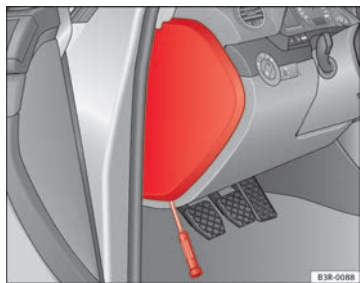

Abb. 185 Links in der Instrumententafel: Abdeckung des Sicherungskastens
- Zum Öffnen des Sicherungsdeckels ⇒ Abb. 185 einen Schraubendreher benutzen.